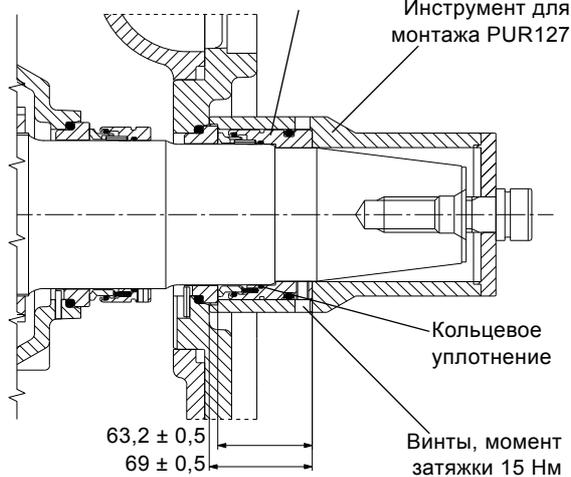

Рис. 37 Установка вращающейся части первичного уплотнения вала, типоразмер 74
3. Проверить, чтобы кольцевое уплотнение было установлено внутри вращающейся части первичного уплотнения вала (105). Смазать кольцевое уплотнение.
5. Установить вращающуюся часть первичного уплотнения вала на вал и прижать (D). См. рис. 37. Затянуть регулировочные винты.